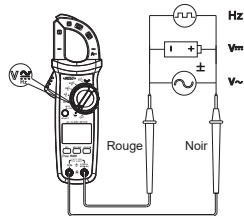

fig. 3
2. AC/DC Mesure de la tension et de la fréquence (fig. 3)